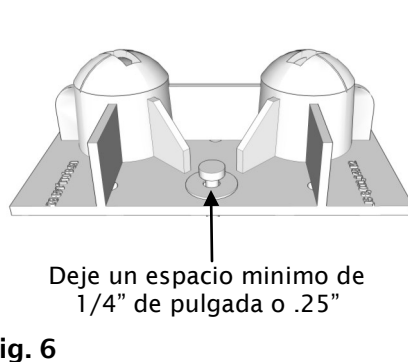
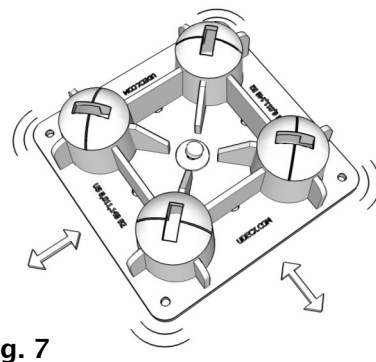

Fig. 6
Fig. 7
DEJE ESPACIO entre la cabeza del Pico de ajuste (D) y la parte superior de del Pier (A). (fig. 6). Esto permitira un ligero espacio para movimiento al ajustar la localizacion del Pier (A) cuando sea necesario. (fig. 7). Nivele el Pier (A) en ambas direcciones.